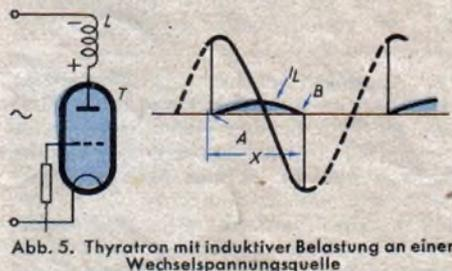

Abb. 5. Thyatron mit induktiver Belastung an einer Wechselspannungsquelle
tronröhre  $T_1$  zündet ebenfalls mit ungefähr  $90^\circ$  Verzögerung. Ändert sich jetzt die Steuergitterspannung von  $V_1$  auf  $-2$  V oder  $-3$  V, so verringert sich der durch  $V_1$  fließende Strom, und  $C_3$  erhält durch  $V_2$  eine zusätzliche positive Gleichspannungskomponente, die die überlagerte Wechselspannung anhebt. Hierdurch tritt offenbar eine Vorverlegung des Zündzeitpunktes von  $T_1$  ein. Ebenso wird, wenn die Steuergitterspannung weniger negative Werte annimmt, der Strom durch  $V_1$  zunehmen und dem Kondensator eine zusätzliche negative Ladung erteilen, die zusammen mit der Wechselspannung den Zündwinkel von  $T_1$  vergrößert. Wie man sieht, handelt es sich um eine Vertikalsteuerung, die bei Verwendung einer Verstärkerröhre  $V_1$  hoher Steilheit so empfindlich arbeitet, daß eine Spannungsdifferenz von 1...2 Volt am Steuergitter ausreicht, um  $T_1$  vom vollen Stromdurchgang in den gesperrten Zustand zu überführen. Im Anodenstromkreis des Thyatrones liegt die Gleichstromwicklung des Transduktors  $Dr_1$ , die aus vielen Windungen dünnen Drahtes besteht und daher hochinduktiv ist. Es ist hier noch eine ungesteuerte Gleichrichterröhre  $G_4$  vorgesehen, die vielfach als „Nullpunkt-Anode“ bezeichnet wird. Wir betrachten zunächst Abb. 5, die ein Thyatron T mit einer induktiven Belastung L an einer
a) Für den Vorkreis ergibt sich aus Abb. 5 der Wert  $\epsilon = \frac{C_a + C_v}{\Delta C} = 0,115$ , also ist Ca + Cv = 0,115 · 488 = 56,2 pF und Cv = 56,2 - Ca = 44,2 pF. Weiter folgt aus Abb. 5  $\eta = L_v \cdot \Delta C \cdot f_{ve}^2 = 0,22 \cdot 10^6$ ,  $L_v = \frac{0,22 \cdot 10^6}{488 \cdot 2,525} = 178,3 \mu H$ .
Für den Vorkreis ergibt sich aus Abb. 5  $\epsilon = 0,123$ ,  $C_a + C_v = 0,123 \cdot 95 = 11,7$  pF,  $C_v$  rd. 7 pF und  $\eta = 0,2 \cdot 10^6$ ,
und  $C_a = 5$  pF,  $C_e = 100$  pF ( $\Delta C = 95$  pF), so findet man aus Abb. 5 für  $C_a + C_v = 0,042 \cdot 95 = 4$ , das ergibt ein  $C_v = -1$ . In einem solchen Falle empfiehlt es sich, den Frequenzbereich aufzuteilen, z. B. in  $f_{va1} = 20$ ,  $f_{ve1} = 45$ ,  $f_{va2} = 45$ ,  $f_{ve2} = 100$  MHz. Dann ist in jedem Fall  $\frac{f_{ve}}{f_{va}} = 2,25$ ,  $C_a + C_v = 0,25 \cdot 95 = 23,75$  pF, d. h.  $C_v$  rd. 19 pF.